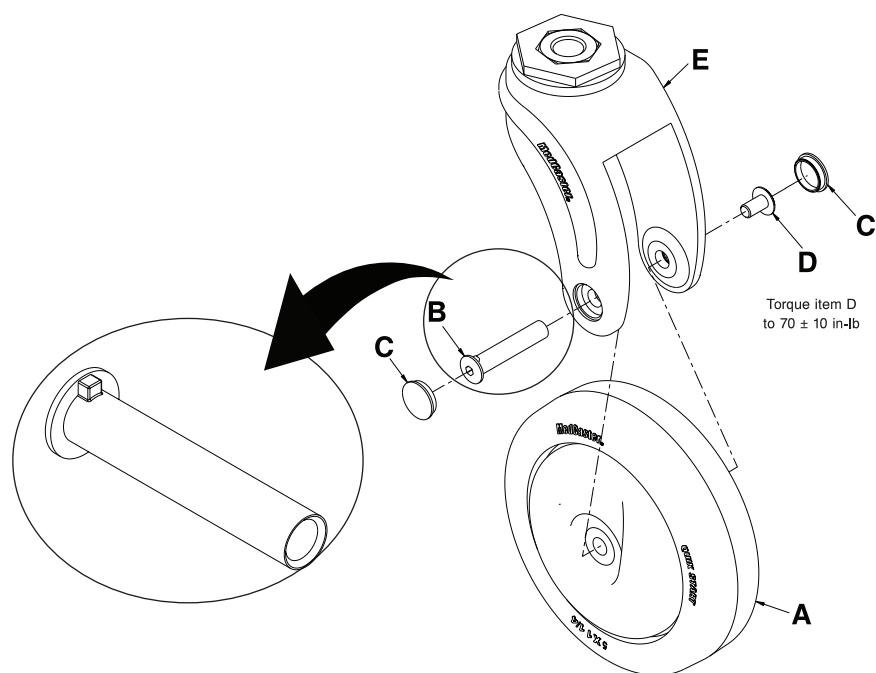

Rysunek 12-24: Wymiana podnoszonego podłokietnika
2. Za pomocą klucza imbusowego 5/16 cala wyjąć wkręt stopujący (A) umieszczony pod spodem podnoszonego podłokietnika (Rysunek 12-24 na stronie 12-42). Wyrzucić wkręt.
3. Jedną ręką pociągnąć do góry za bolec zwalnicza podłokietnika (B), a drugą ręką wyciągnąć podnoszony podłokietnik (C), aby wyjąć podłokietnik (Rysunek 12-24 na stronie 12-42).
4. Nasmarować przegub dostarczonego podłokietnika smarem Syntec (3000-200-7 19) (Rysunek 12-24 na stronie 12-42).